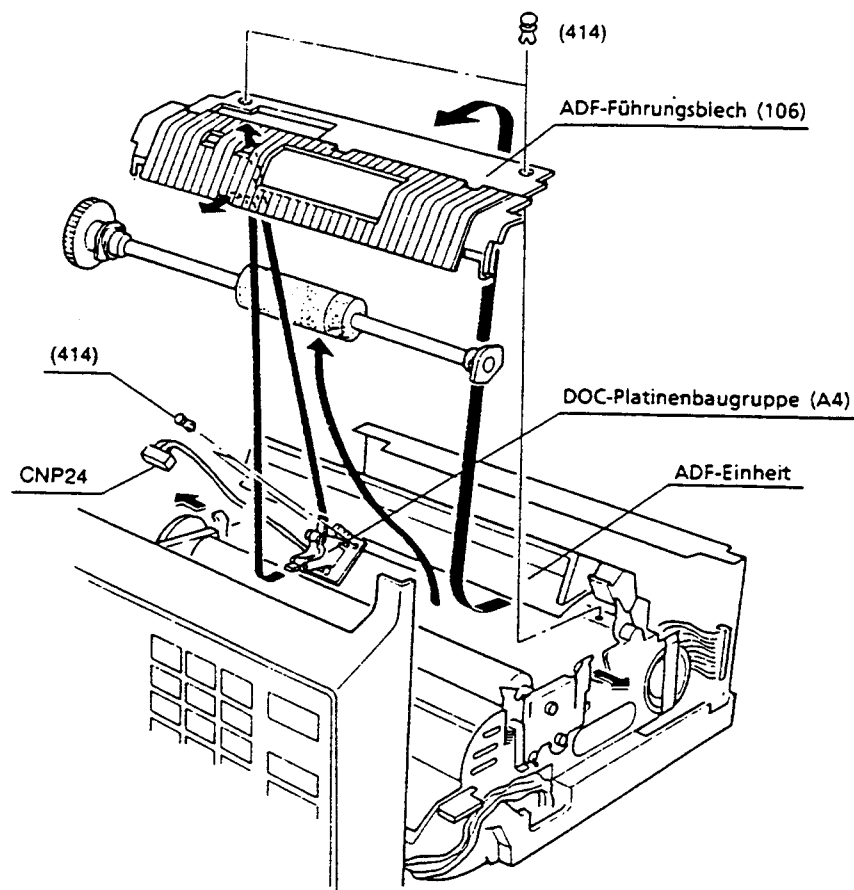

Abbildung 4.3.12
- (5) Entfernen Sie die DOC-Platinenbaugruppe (A4) (siehe Abbildung 4.3.12).
- (6) Entfernen Sie die beiden Schrauben (407), die die Blattfedern (122) des Kontaktbildsensors und die Einstellplatte (112) des ADF-Sensors sichern.
- (7) Nehmen Sie den Kontaktbildsensor aus dem Hauptgehäuse heraus und ziehen Sie die Steckverbinder CNP5 und CNP6 ab.
- (8) Der Einbau erfolgt in umgekehrter Reihenfolge.